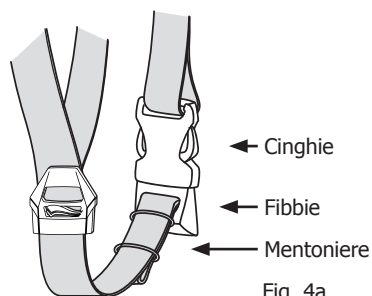

Fig. 4a
- Se il sottogola è troppo stretto, deve altrettanto essere portato alla chiusura con l'aiuto del gancio a torsione. (Fig. 4a)